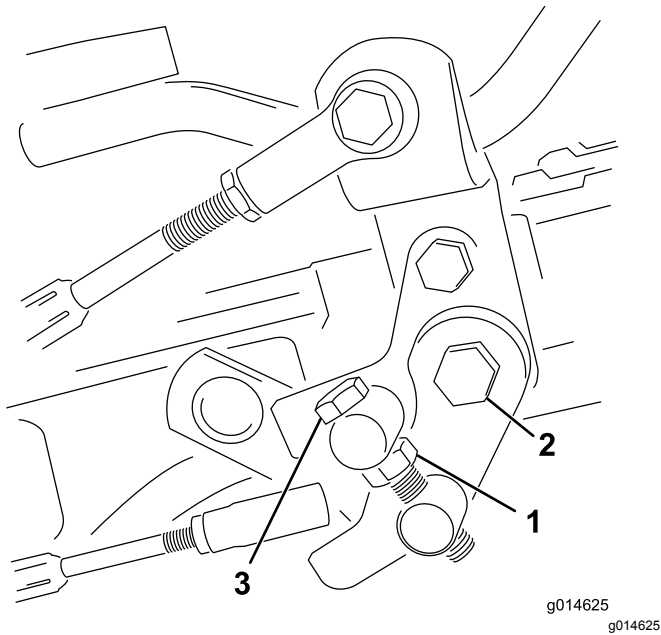

Figura 55
1. Afloje la contratuerca del tornillo de caperuza del muñón (Figura 55).
4. Apriete la contratuerca del perno del muñón y la tuerca de la articulación del pedal para bloquear el ajuste (Figura 55). Compruebe el funcionamiento, y vuelva a ajustar si es necesario.